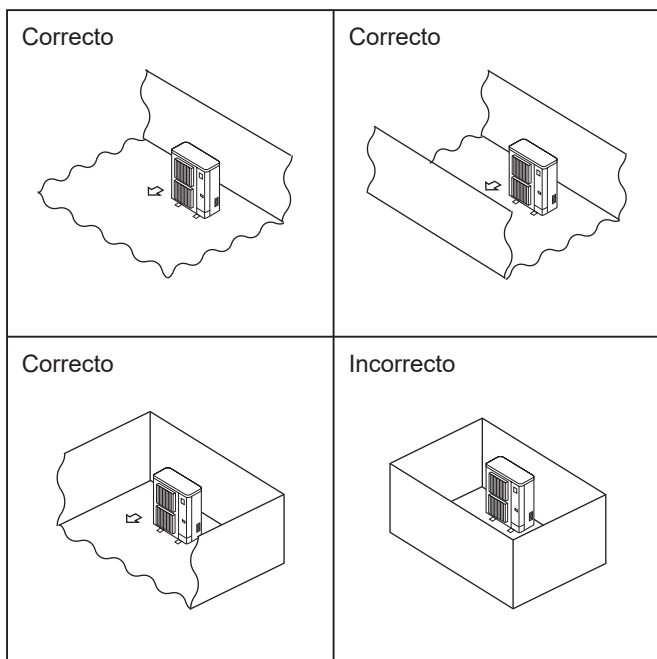

Fig. 2-1
- ⊙ Instale as unidades exteriores num local onde, pelo menos, uma das quatro laterais seja aberta e cujo espaço seja suficientemente amplo e não tenha depressões. (Fig. 2-1)